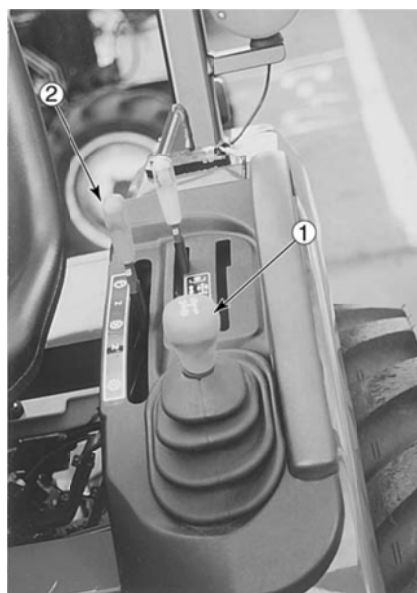

Рис. 19 (рычаги управления трансмиссией)
Главный рычаг переключения скоростей (1) и рычаг выбора передач (2) показаны на рис. 19.